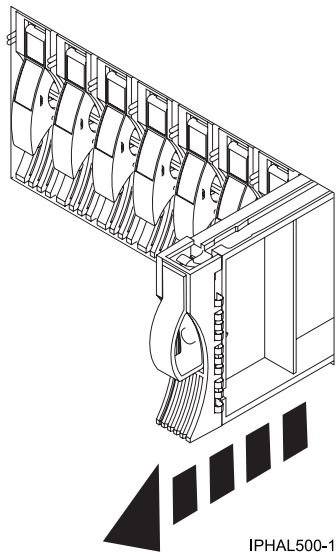

Figure 5. Retrait du panneau obturateur sur un modèle
- a. Tirez l'obturateur d'unité de disque pour le détacher de l'emplacement (voir figure 5, à la page 10).